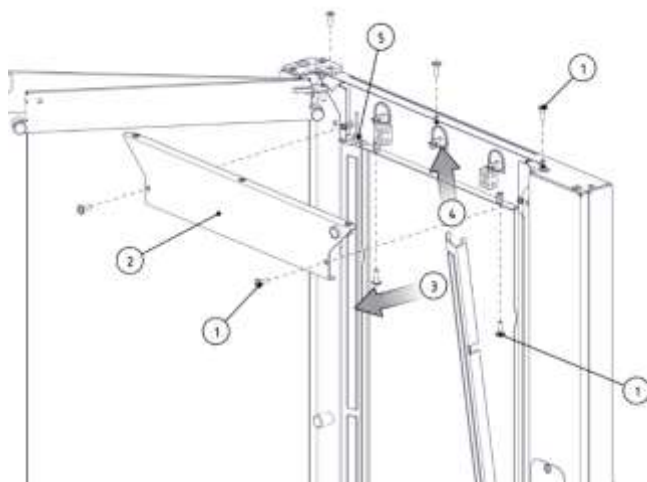

Рис. 27 – Замена светодиодных светильников
6. Заменить две прокладки из листового фторопласта толщиной 1 мм (рис. 27)
Замену ленты светодиодных светильников проводить следующим образом (рис.27):
3. Открутите винты 1 крепления рамки и снимите панель (поз.2, рис. 27);
4. Снимите плафон освещения последовательными движениями 3 и 4 (рис. 27);
5. Отклейте повреждённую ленту и отсоедините от неё коннектор (поз.5, рис. 27);